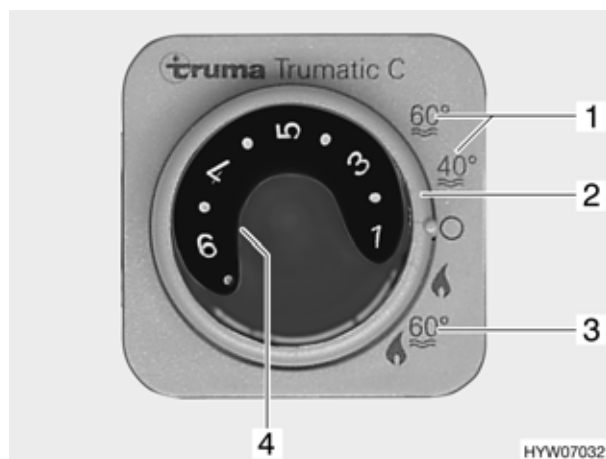

Fig. 145 Centralina di controllo per riscaldamento/boiler
Il boiler è integrato nel riscaldamento e funziona a gas (variante 1) o a gas o a corrente (variante 2). Il boiler si accende dalla centralina di controllo (Fig. 145) con l'interruttore girevole (Fig. 145,2). Sul selettore di energia (Fig. 146) viene preselezionato il tipo di energia (variante 2).
Durante il funzionamento invernale "Riscaldamento e boiler" (Fig. 145,3), accendendo il riscaldamento è riscaldata automaticamente anche l'acqua nel boiler. Quando il riscaldamento si spegne al raggiungimento della temperatura ambiente desiderata, il boiler continua a riscaldare l'acqua, fino a quando questa raggiunge la temperatura impostata.
Durante il funzionamento estivo (Fig. 145,1) l'acqua è riscaldata soltanto nel boiler fino a 40 °C o 60 °C. L'acqua si riscalda a 60 °C in ca. 1 ora. La luce spia gialla (Fig. 145,4) si accende durante la fase di riscaldamento del boiler.
- Sulla centralina di controllo (Fig. 145) posizionare l'interruttore girevole (Fig. 145,2) su "Funzionamento estivo" (Fig. 145,1).
La luce spia gialla (Fig. 145,4) si accende durante la fase di riscaldamento. Al raggiungimento della temperatura dell'acqua desiderata, la fase di riscaldamento termina e la luce spia gialla si spegne.
- Sulla centralina di controllo (Fig. 145) posizionare l'interruttore girevole (Fig. 145,2) su "Spento".
- ▷ Se il boiler sulla centralina di controllo (Fig. 145) è impostato su funzionamento estivo (Fig. 145,1) e il selettore di energia su funzionamento misto (Fig. 146,4 o 5), il boiler funziona perciò solamente con esercizio a 230 V. Il bruciatore per gas non viene inserito.
La combinazione funzionamento a gas e funzionamento elettrico a 230 V diminuisce il tempo di riscaldamento (è possibile solo se il boiler viene impostato sulla centralina di controllo (Fig. 145) su funzionamento invernale).